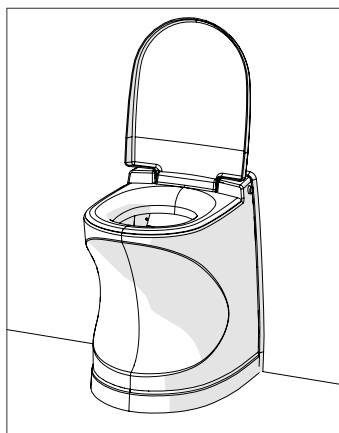

Fig. 2
3. Abaisser la lunette. Les toilettes sont prêtes à être utilisées (fig. 2).